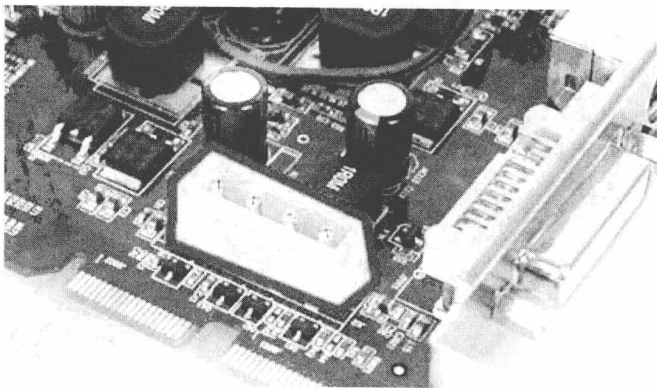

图 0-1 PCB 固定、装配电子元器件图
① 提供各种电子元器件(如集成电路、电阻、电容等)固定、装配的机械支持,如图 0-1 所示。